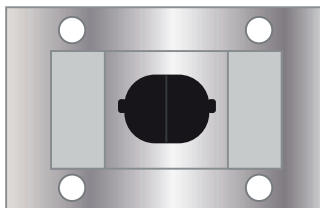

Figura 06
- Para instalar o filtro de carvão ativado, o filtro de gordura deve ser removido primeiro. Pressione a trava e puxe-a para baixo. (Figura 06)